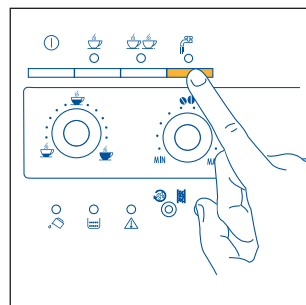

Fig.21
- Presione el botón  (fig. 21). El piloto  se enciende para indicar que la función ha sido seleccionada.
- Presione el botón  (fig. 21). (Se aconseja no erogar agua caliente durante más de 2 minutos seguidos).